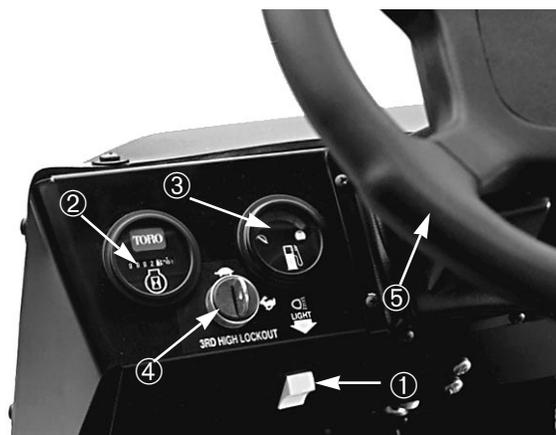

Fig. 13
Contaore (Fig. 13)—Indica il totale delle ore di funzionamento della macchina. Il contaore scatta ogniqualvolta si giri la chiave in posizione "ON".
Interruttore dei fari (Fig. 13)—Serve ad accendere e spegnere i fari; premere per accenderli (ON).
Indicatore del carburante (Fig. 13)—Indica il quantitativo di combustibile nel serbatoio. Funziona solo quando l'interruttore di accensione è in posizione "ON".
Interruttore di blocco del 3° livello (Fig. 13)—Spostare in posizione 'lento' e togliere la chiave per impedire l'uso della terza velocità nell'ambito della gamma superiore. Il motore si spegne se si ingrana la terza quando si è nella gamma superiore. Inserire la chiave con la dentellatura in basso, e spingerla per girarla. La chiave viene tolta in entrambe le posizioni.
Volante (Fig. 13)—Per guidare il veicolo. Se il motore si inceppa o il servosterzo non funziona a causa di un guasto, la guida del veicolo diventa molto pesante.